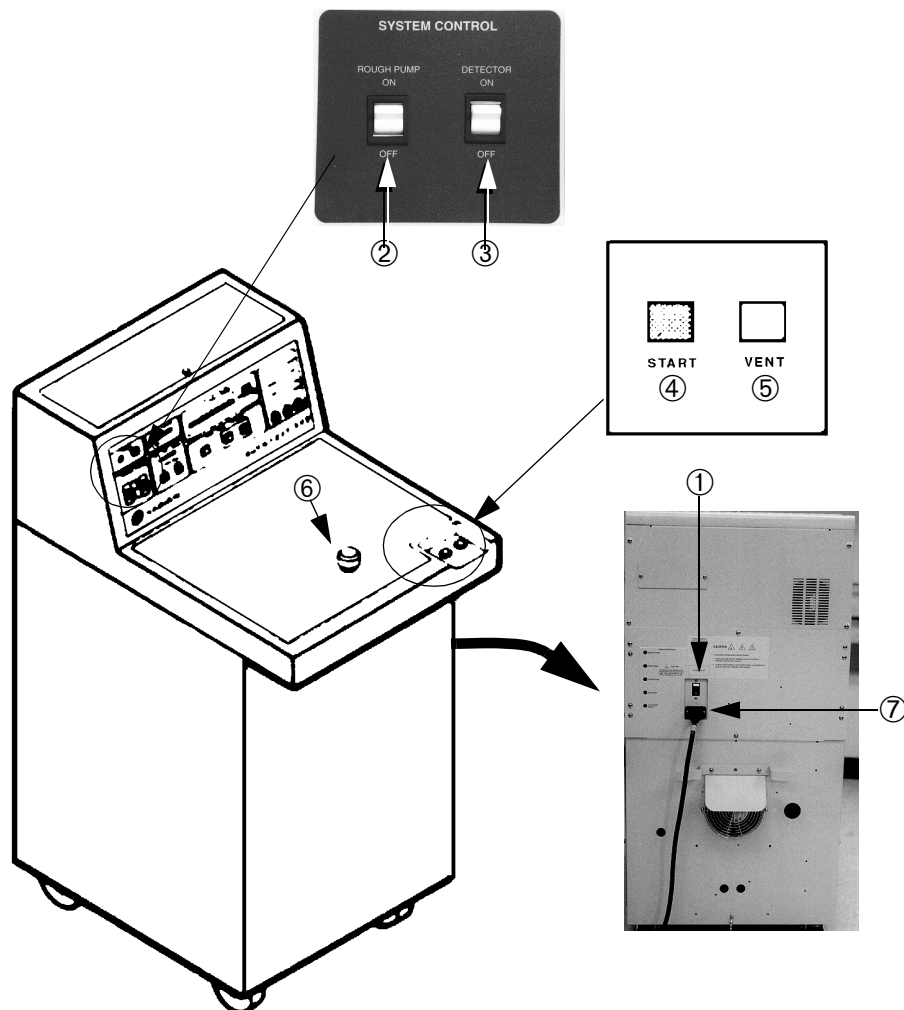

Abbildung 3-7 Steuerelemente zur Inbetriebnahme
Abbildung 3-7 zeigt die wichtigen Steuerelemente der 947/948/960 für Inbetriebnahmen und Netzanschluss. Für Einzelheiten über den Trennschalter siehe Abschnitt 1.14, "Rückseitige Schalttafelstromanschluss und Trennschalter" auf Seite 1-25.
Nehmen Sie Bezug auf Abbildung 3-7 und befolgen Sie die im folgenden Abschnitt aufgeführten Anleitungen zur Inbetriebnahme wie auch die Anleitungen unter Abschnitt 3.13, "Kalibrierungs- und Empfindlichkeitsprüfungen" auf Seite 3-31 um die 947/948/960 vom Zustand *Alle Systeme ausgeschaltet* in einen *betriebsbereiten* Zustand zu versetzen.
2. Setzen Sie den Prüfportstecker in die Prüfportbuchse ein ⑥. Siehe Abbildung 3-7 on page 3-28.